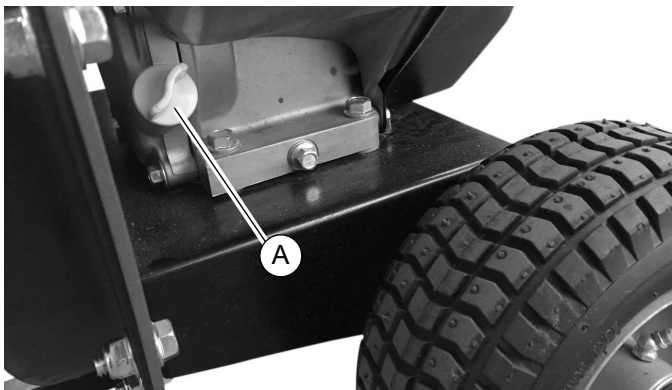

Figura 4-1. Ubicación de la abertura de llenado de aceite del motor (lado izquierdo)
3. Consulte la Figura 4-1. Retire la tapa de la abertura de llenado de aceite/varilla de nivel (A), ubicada en el costado izquierdo de la máquina.